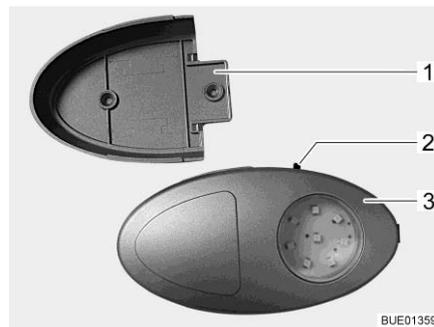

Fig. 50 Lámpara del armario ropero / linterna
- ▷ La lámpara del armario ropero puede ser extraída del soporte atornillado (Fig. 50,1) y ser usada como linterna.
El interruptor (Fig. 50,2) está instalado directamente en la lámpara del armario ropero (Fig. 50,3).